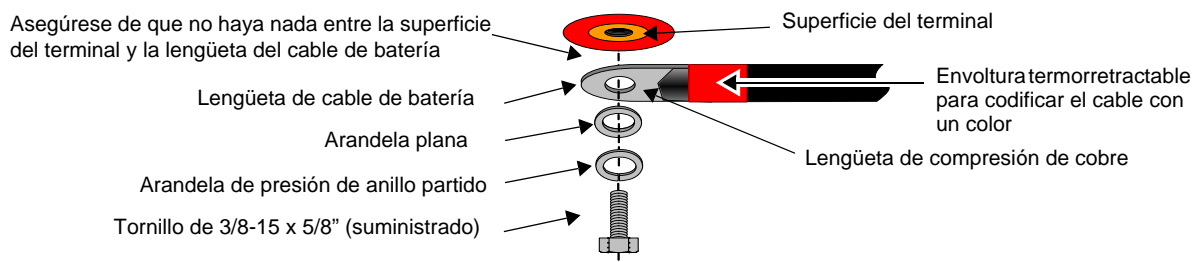

Figura 2-10 Conexiones de los cables de batería
3. Conecte un conector del cable POSITIVO (+) al terminal de CC POSITIVO del cargador/inversor. Tenga cuidado de respetar la polaridad adecuada. En la Figura 2-10 se muestra el orden de apilamiento adecuado del hardware. Utilice una llave para apretar el tornillo con el valor de par de apriete necesario.
5. Conecte el cable NEGATIVO (-) de la batería al terminal de CC NEGATIVO (-) del cargador/inversor. Tenga cuidado de respetar la polaridad adecuada. En la Figura 2-10 se muestra el orden de apilamiento adecuado del hardware. Utilice una llave para apretar el tornillo con el valor de par de apriete necesario.